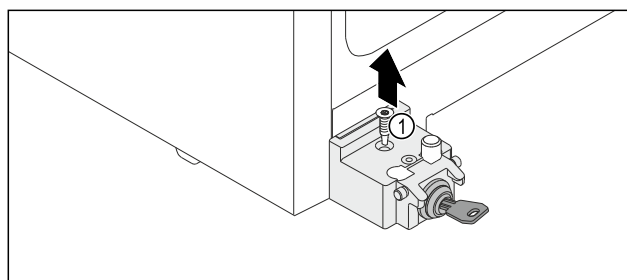

Fig. 10
- Dévisser la vis Fig. 10 (1).